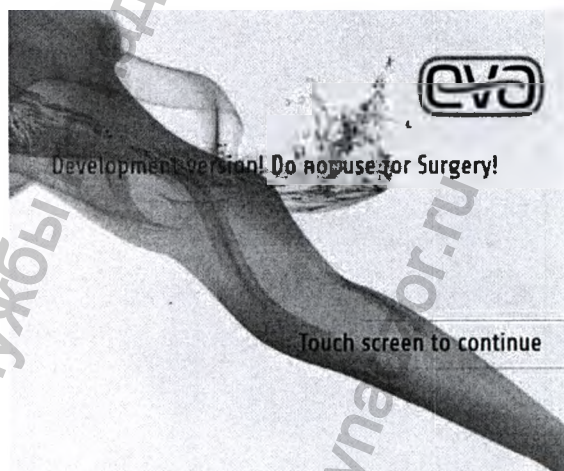

Рис. 40: Экран приветствия
3. Подождите, пока появится экран ПРИВЕТСТВИЯ (рис. 40).